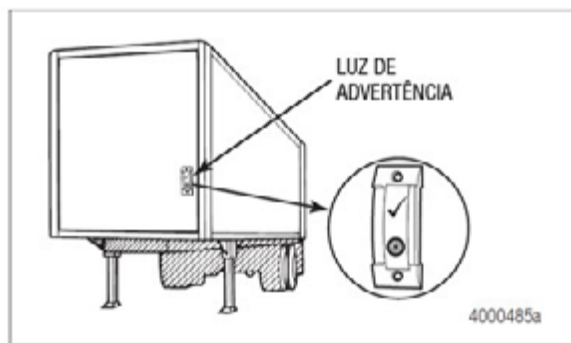

Figura 4.3
4. Verifique a luz de advertência, abrindo a válvula de drenagem na caixa de controle. A luz acenderá para indicar que está funcionando corretamente. Figura 4.3.